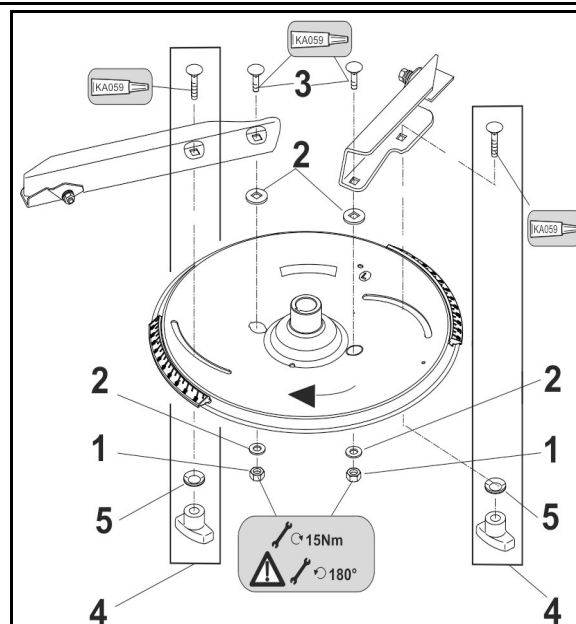

图 90
2. 拧开螺母（图 90/2），消除弹簧（图 90/1）拉力。